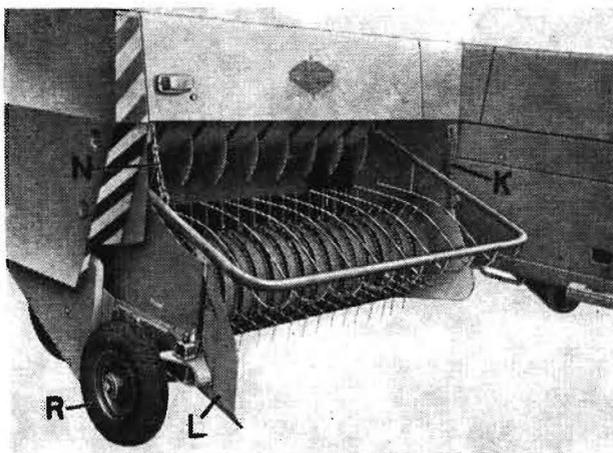

Bild 19
– Entriegeln und Absenken der Aufnehmertrommel durch Lösen der Kette (K) an der Preßkanalseite (Bild 19).
– Einstellung des Stützrades (R) der Aufnehmertrommel nach Bedarf (Bild 19).
– Einstellung des Niederhalters (N) über der Aufnehmertrommel nach Bedarf (Bild 19).
– Einstellung des Leitbleches (L) nach Bedarf (Bild 19).